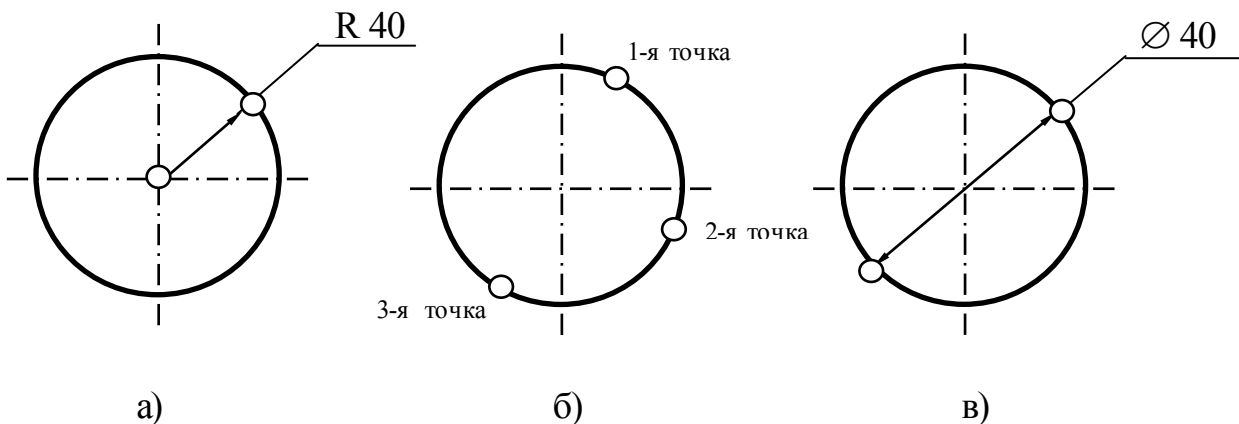

Рис. 20
Выбираем команду **CIRCLE (КРУГ)** либо в падающем меню **РИСОВАТЬ (ЧЕРЧЕНИЕ)**, либо в панели инструментов **РИСОВАТЬ** и строим окружность по центру и радиусу (рис. 20, а):
- по центру и радиусу (рис.20, а);
- по двум точкам на диаметре (рис. 20, в);
- по трем точкам (рис. 20, б);